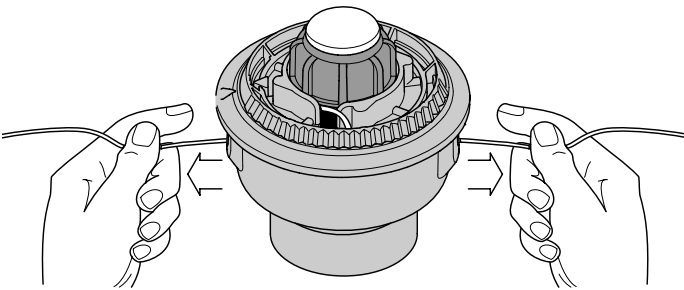

Fig. 13
- Si le rembobinage du fil devient difficile ou si le fil se coince, tirez-en les extrémités de la bobine. Continuez de rembobiner le moulinet intérieur vers la gauche (Fig. 13).
- Maintenez le moulinet intérieur et installez le bouton de butée, le ressort, et le joint en mousse en poussant le bouton de butée vers le bas et en le tournant à droite. Saisissez les extrémités et tirez fermement pour dégager le fil des fentes de retenue du moulinet intérieur. (Fig. 13).
Si le SpeedSpool^{MD} ne déroule pas le fil correctement, tirez fermement les extrémités du fil loin de la bobine (Fig. 13). Si cela ne suffit pas, suivez les instructions de **nettoyage du SpeedSpool^{MD}** ci-dessous.